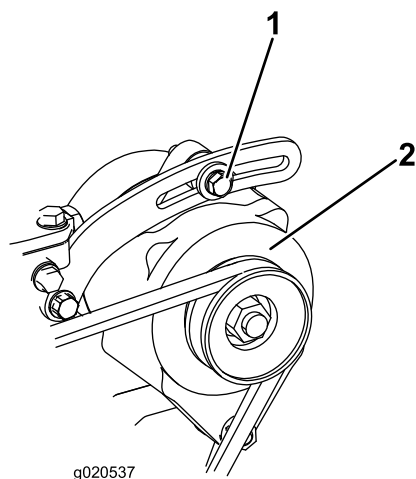

Figure 48
Vérifiez l'état et la tension des courroies (Figure 48) toutes les 100 heures de fonctionnement.
2. Si vous n'obtenez pas une flèche de 10 mm, desserrez les boulons de fixation de l'alternateur (Figure 48). Augmentez ou diminuez la tension de la courroie et resserrez les boulons. Contrôlez de nouveau la flèche de la courroie pour vérifier si la tension est correcte.